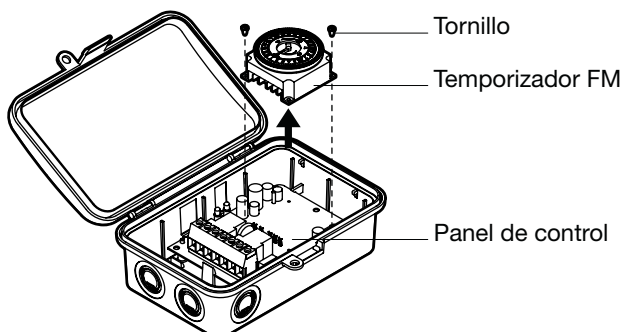
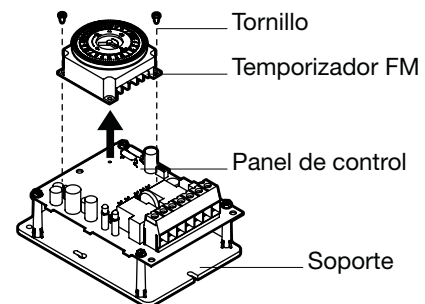

FIG. 3 Extraer el temporizador FM (se muestra modelo adjunto)
FIG. 4 Extraer el temporizador FM (Artículo vendible DT-B. Consulte las instrucciones de instalación de DT-B).
3. El control existente se puede instalar en una caja (como se muestra en la FIG. 3, por ejemplo) o se puede fijar en un soporte adentro del panel de control de la unidad de condensación (como se muestra en la FIG. 4, por ejemplo). La instalación del módulo ICUBE™ es la misma en ambos casos.
1. Extraiga el temporizador FM del panel de control. Consulte FIG. 3 o FIG. 4.